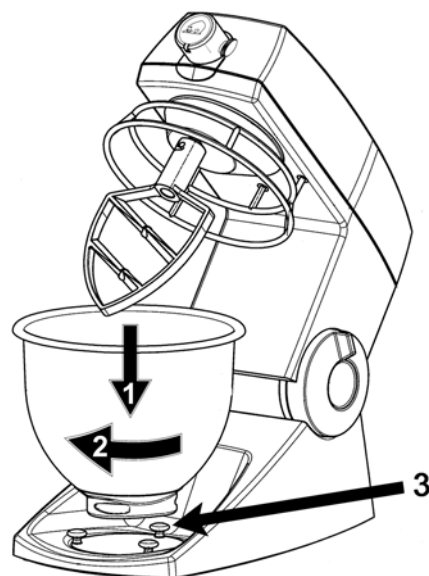

Bild 3. Skålens placering i maskinen.
- D. Placera skålen mellan de tre låsbultarna (bild 3, #3) i maskinens fot och vrid den medurs, tills den är fastast.